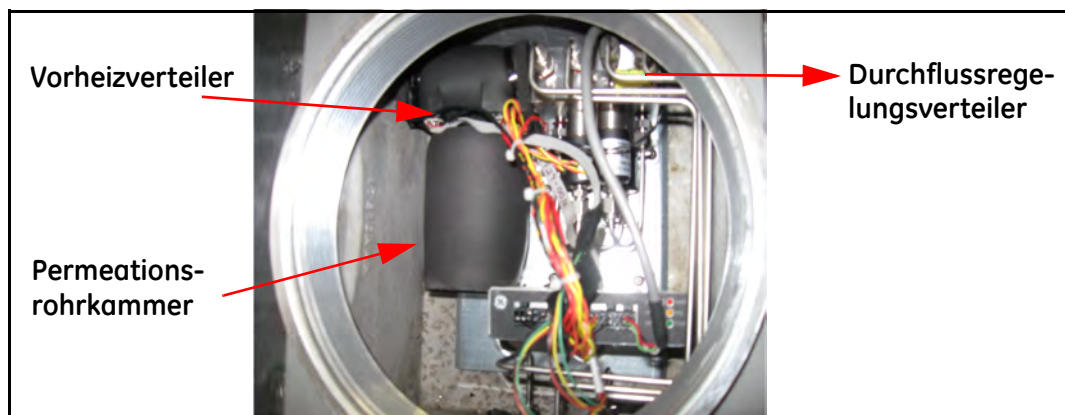

Abbildung 80: Das Innere des Verifiers
4. Öffnen Sie die Frontabdeckung des Verifiers und warten Sie 20 Minuten, bis sich das Gerät abgekühlt hat (Abbildung 80).